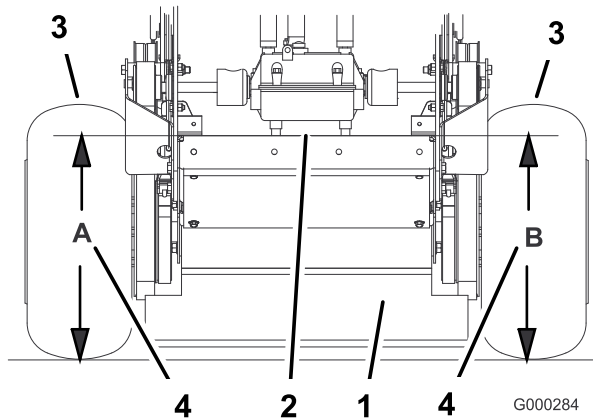

Figura 55
4. Mida la altura de la plataforma del motor en la posición **A** (Figura 55).
5. Mida la altura de la plataforma del motor en la posición **B** (Figura 55).